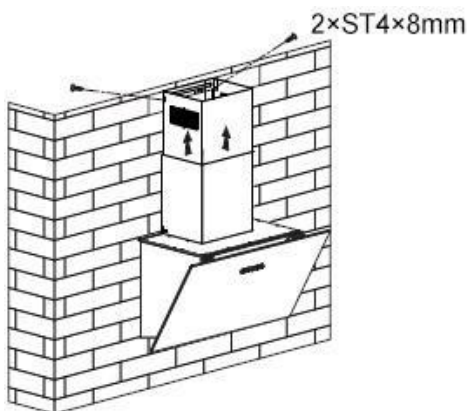

Bild 7
9. Förläng innerskorstenen från till fästet och fäst den sedan med två ST4x8 mm-skruvar. Förlägg expansionsröret ut till det fria. Se bild 7.